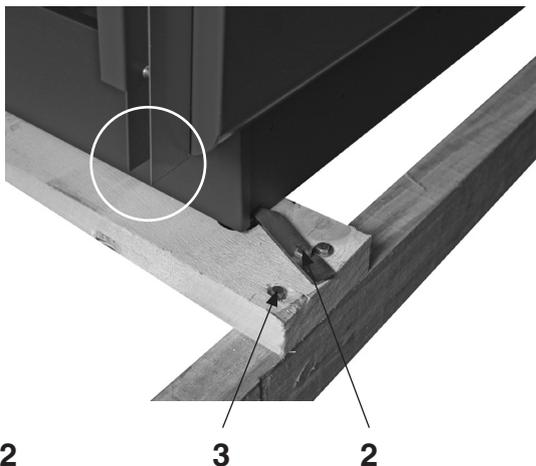

Fig. 2
- 2. Rimuovere le fascette per il trasporto (2, fig. 2)
- 3. Rimuovere le viti dalla parte anteriore (3).
- 6. Rimuovere le viti (3, fig. 2) sul retro. Sollevare la parete posteriore e il coperchio e rimuovere la parete posteriore spingendola verso il basso. Con il martinetto (7, fig. 5) sollevare il retro della caldaia al centro (8) e rimuovere le barre trasversali e laterali. Abbassare nuovamente la caldaia.